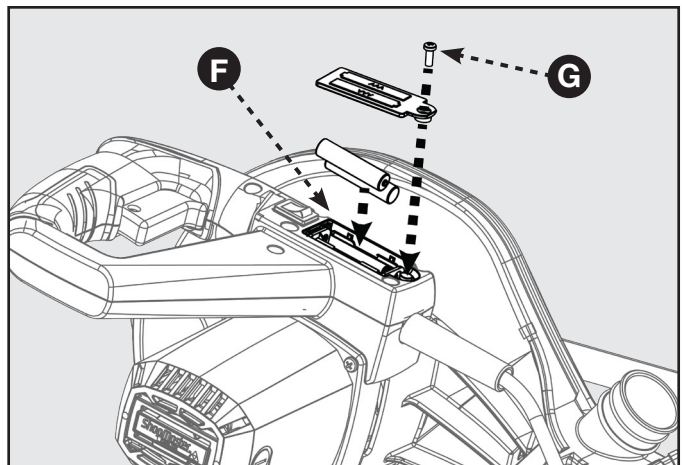

FIGURE 8
1. Le compartiment à piles (F) se trouve dans le bras de commande à l'arrière de la scie. Voir figure 8.
2. À l'aide de l'extrémité cruciforme de la clé de lame fournie, enlevez la vis (G) qui retient le couvercle du compartiment et soulevez le couvercle.